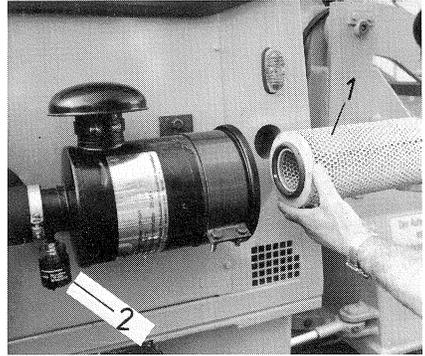

Bild 55
(3) Filterelement abziehen, reinigen ggf. wechseln (Bild 55/1).
- Schaltet die Wartungsanzeige (Bild 55/2) (rot) nach erfolgter Wartung wieder ein, Filterelement wechseln.
Vor dem Einbau des Filterelementes die Dichtung auf Beschädigung prüfen. Auslöseknopf des Unterdruckanzeigers (Bild 55/2) eindrücken, bis rote Verstopfungsanzeige zurückspringt. Luftführungsleitung zwischen Filter und Motor auf Dichtigkeit prüfen ggf. erneuern.